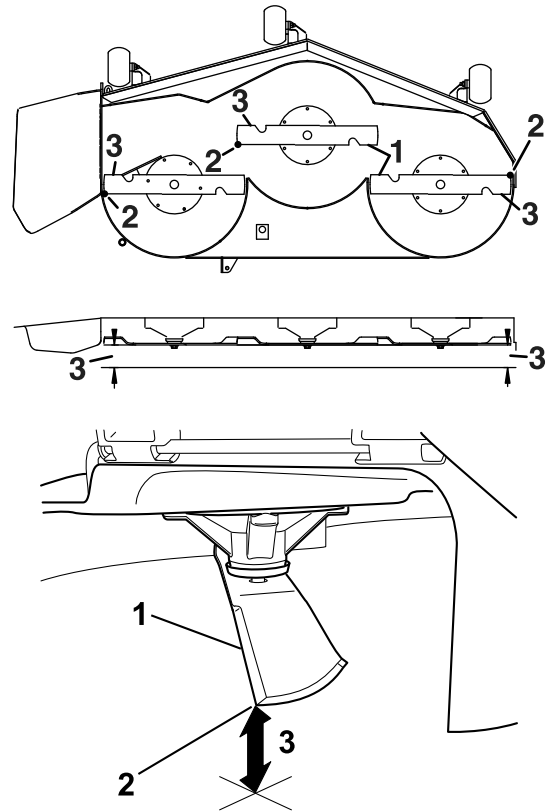

Figura 120
6. Mida entre la punta de la cuchilla y la superficie plana (Figura 120). Si hay una diferencia de más de 5 mm (3/16") entre ambas dimensiones, ajuste la nivelación, y siga con este procedimiento.
12. Gire cuidadosamente las cuchillas colocándolas perpendicularmente al sentido de avance de la máquina (Figura 120).